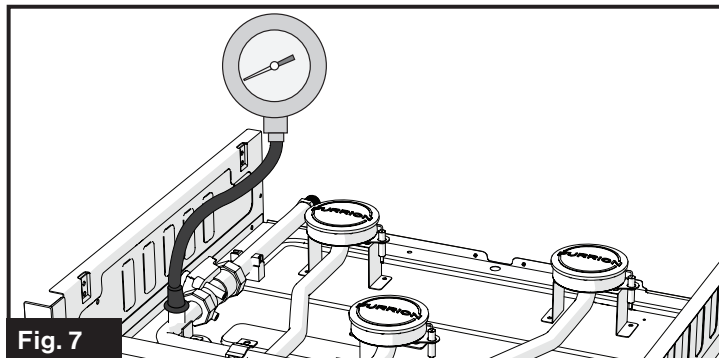

Fig. 7
- L'appareil de mesure de la pression devrait mesurer entre 10 po WC et 13,8 po WC. (Fig. 7)